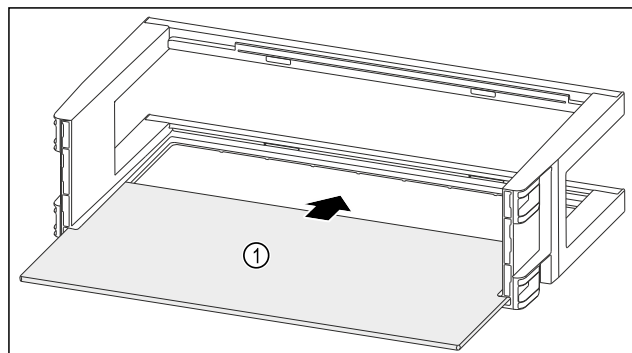

Fig. 97
- Odlagalno polico Fig. 97 (1) vstavite v stranske utore.